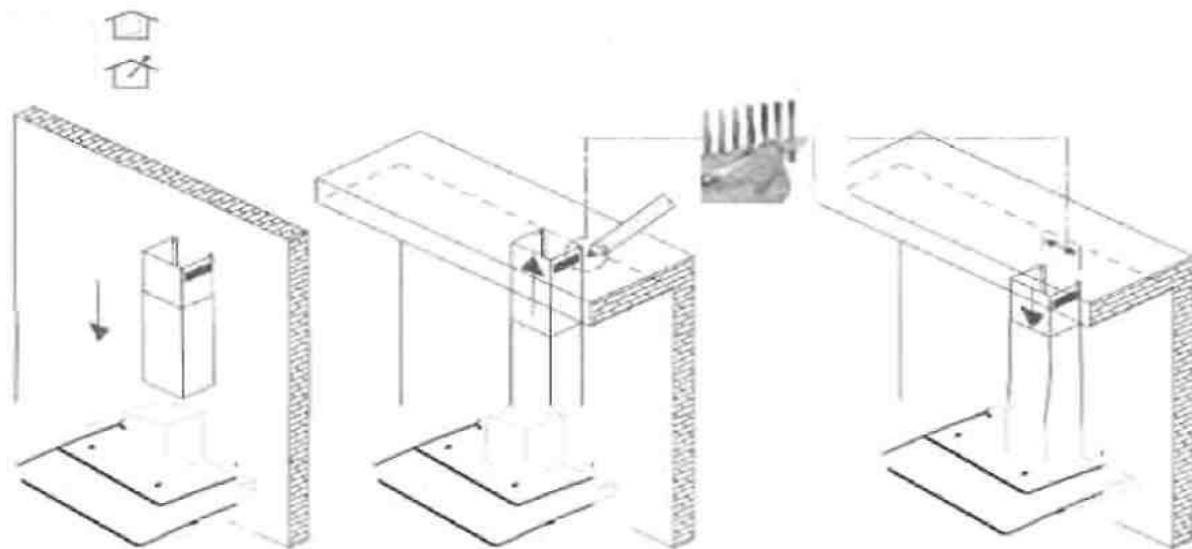

Рис. 8
5. Обозначте боковую позицию подвижного кожуха „В“ и опустите его обратно вниз (смотрим рис. 8).